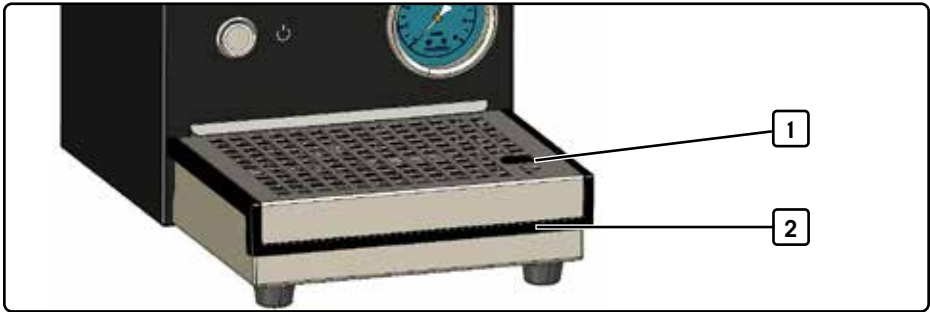

Fig. 3 Plaque d'égouttage et plateau de collecte d'eau
1. Insérez la plaque d'égouttage avec sa grille [1, Fig. 3] dans le plateau de collecte d'eau [2, Fig. 3].